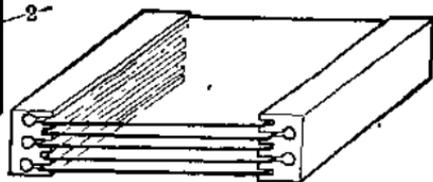

图 9
7. 安装边光显示器：把刻上动物形状的有机玻璃片 5 个一组，插入隔光块的槽内，如图 9。